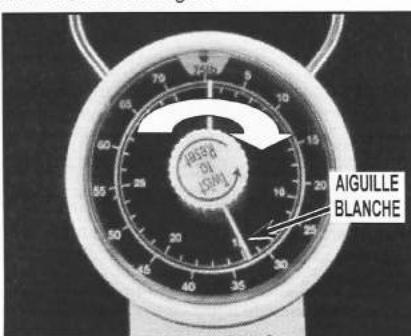

FIGURE 7
16. Régler l'aiguille blanche du tractiomètre sur 33 lbs (14,97 kg) comme illustré en *Figure 7*.